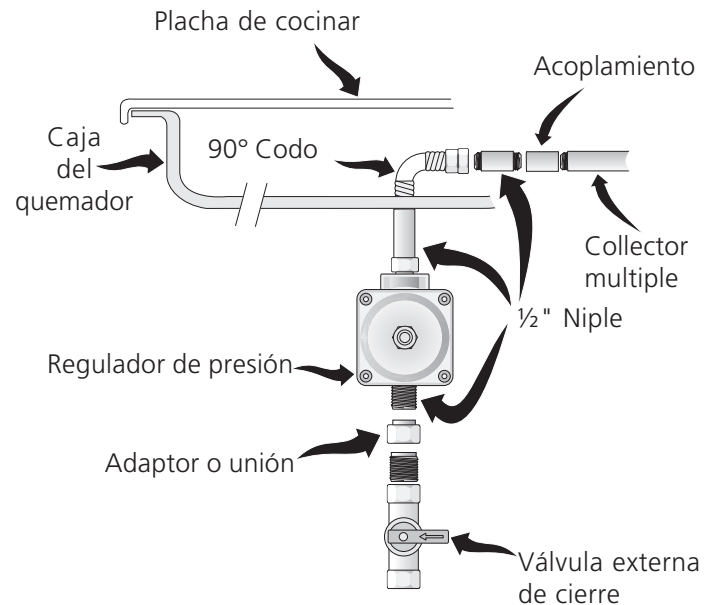

Figura 6
A. Plancha de cocinar 26" (vea figura 6)